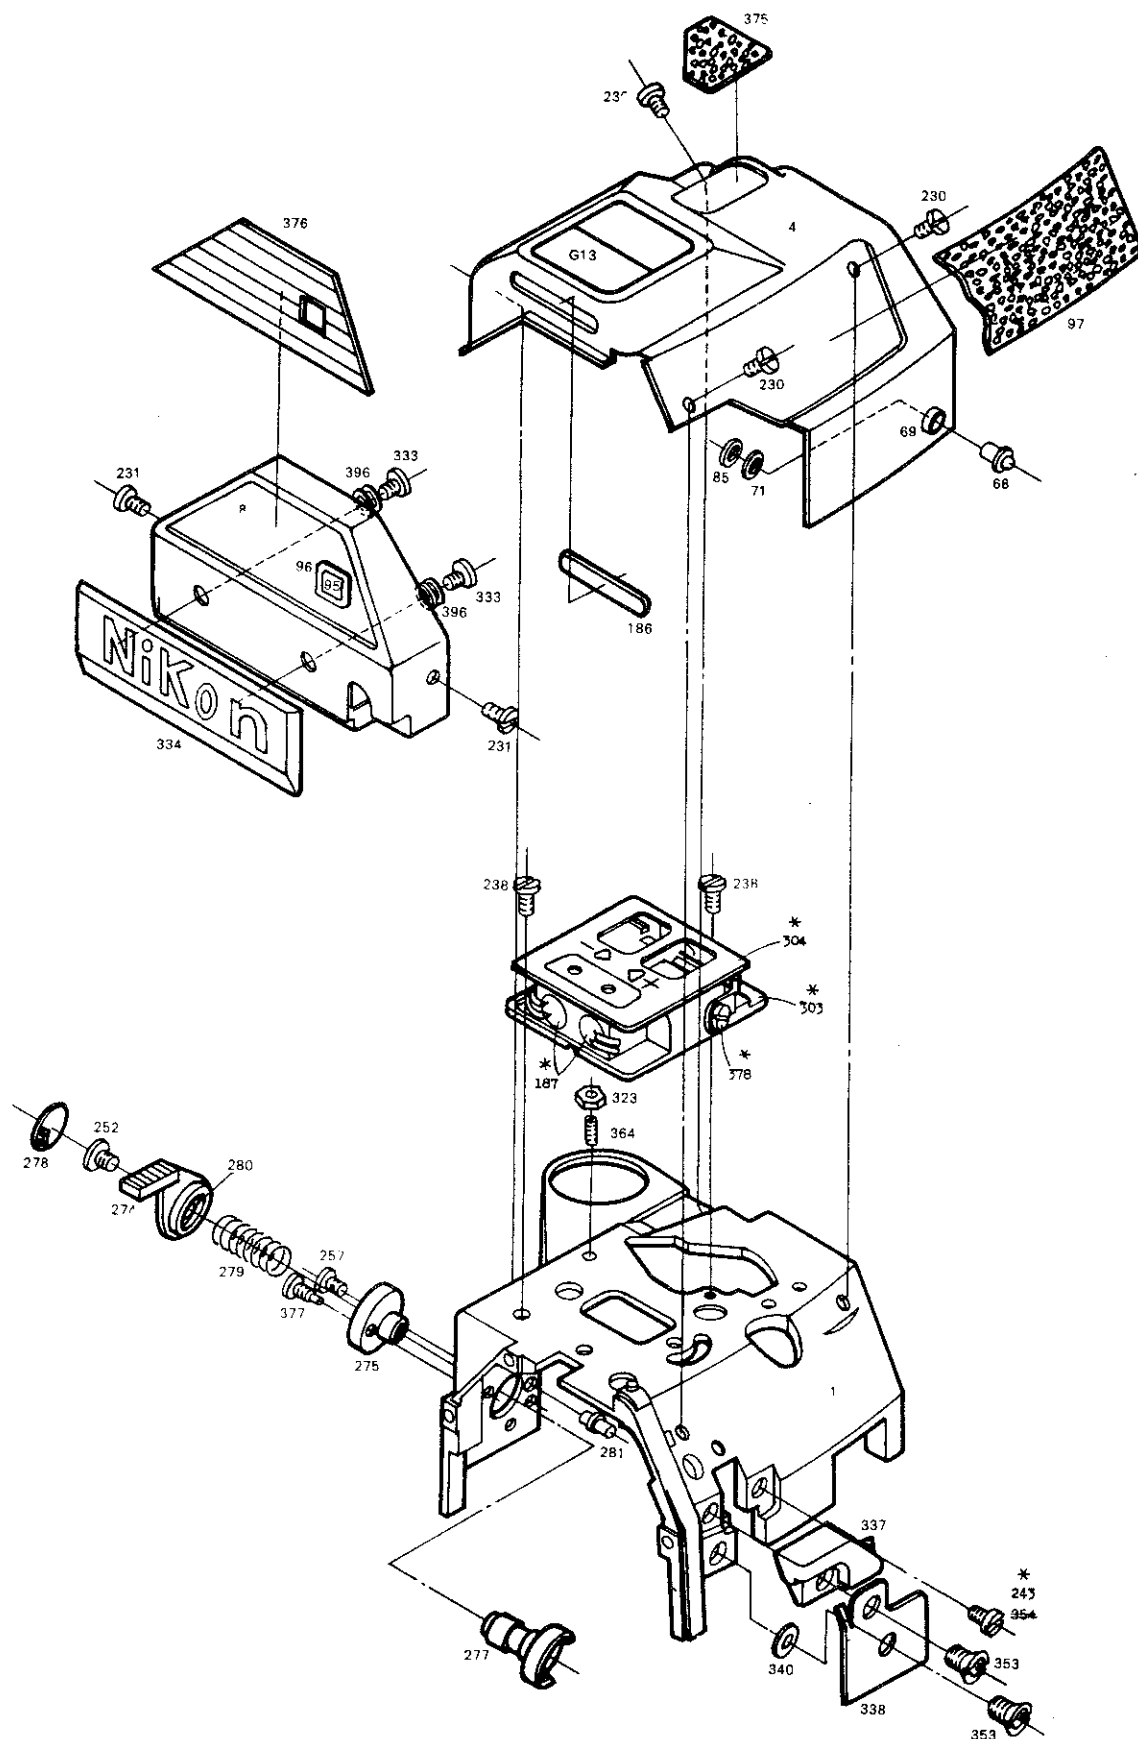

Fig. 1
4.3 Connector unit (Fig. 1 and Fig. 6) <(Fig. 1, Fig. 6 and Fig. 6a)>
4. 3 コネクター部(Fig. 1, Fig. 6)《(Fig. 1, Fig. 6, Fig. 6 a)》